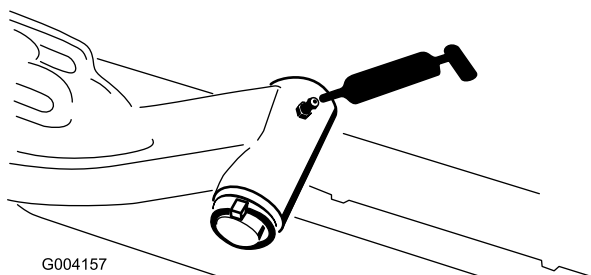

Bild 30
- Hubarmgelenkwelle (1) (Bild 30)